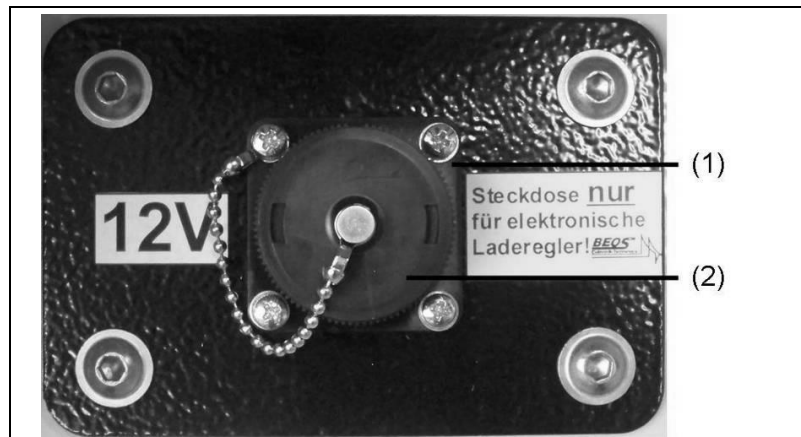

Fig. 5-8: Prise courant de charge BEOS
1. Dévissez le cache de protection (Fig. 5-8-(2)) de la prise (Fig. 5-8-(1)) dans le sens inverse des aiguilles d'une montre.
6. Vissez le cache de protection (Fig. 5-8-(2)) de la prise pour le courant de charge en tournant dans le sens des aiguilles d'une montre.